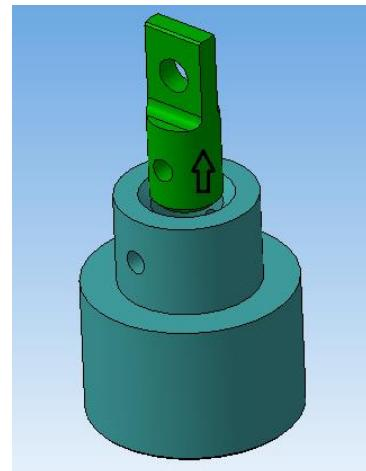

Рисунок 59.
10. Для этого на панели инструментов выберите **Редактирование сборки** , далее **Переместить объект** , подхватите и переместите вал вверх (рисунок 59).